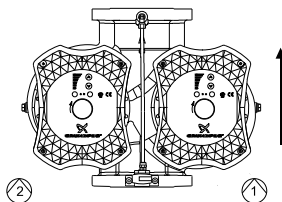

Fig. 1 Bomba master (1) e bomba slave (2)
A bomba master é sempre a bomba à direita visto a partir da extremidade da caixa de terminais e bomba no sentido ascendente. Ver a fig. 1, pos. 1.